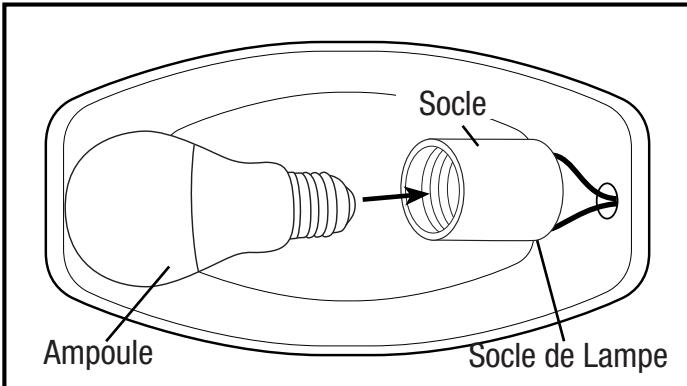
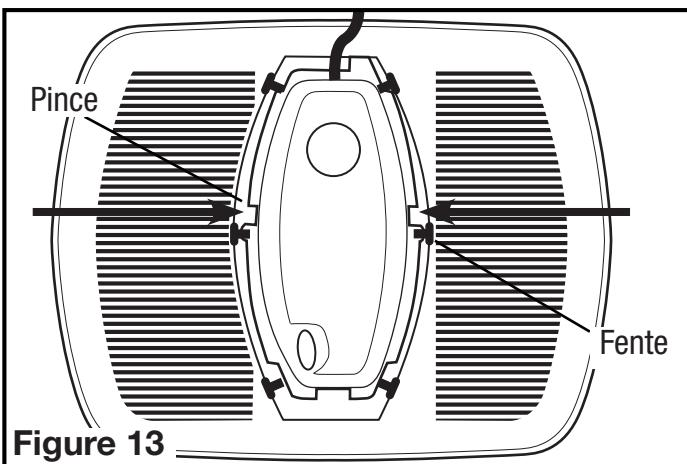

Figure 12
Figure 13
4. Installez la lampe incluse dans le support de lampe E26 (base à vis) (**Figure 12**).
5. Installez le réflecteur sur la grille en plaçant les fentes sur le côté du réflecteur au-dessus des pinces de la lentille, près du centre de la grille. Tout en pressant le milieu du réflecteur, faites-le glisser de sorte que les encoches en plastique reposent sous les clips de l'objectif et le réflecteur soit sécuritaire (**Figure 13**).
- Remplacer la lampe :** coupez l'alimentation de l'appareil. Retirez la grille en tirant vers le bas sur la grille et en serrant ensemble les ressorts de la grille pour libérer de logement (**Figure 13**). Retirez le réflecteur de la grille en faisant glisser les encoches du réflecteur du dessous des pinces des lentilles du gril (**Figure 12**).